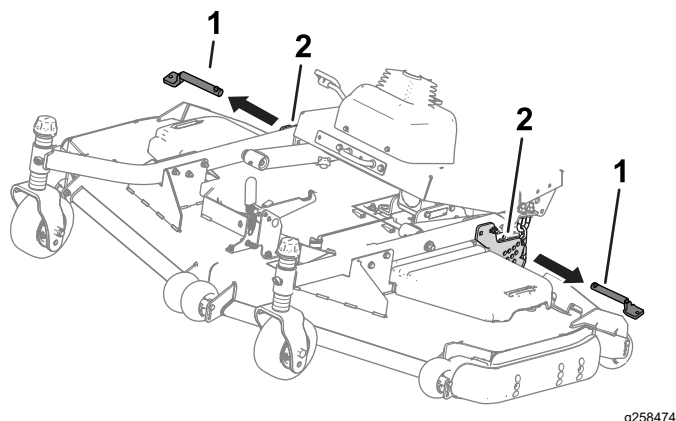

Figura 31
4. Retire los pasadores de las placas de altura de corte (Figura 31).